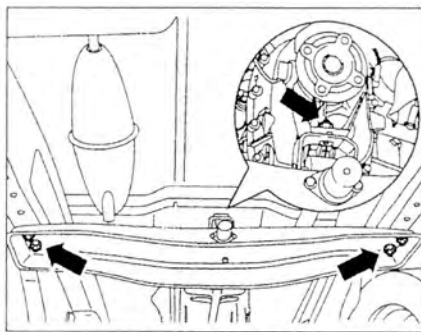

Рис. 3.12. Открутите болты крепления (стрелки) двигателя/коробки передач к поперечной балке и снимите их.
33. Открутите болты крепления (стрелки) двигателя/коробки передач к поперечной балке и снимите их (рис. 3.12).